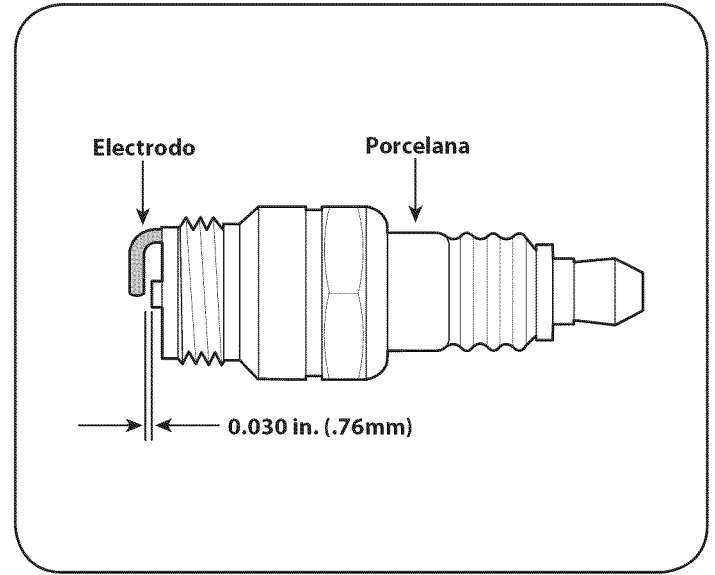

Figura 15
3. Compruebe el entrehierro con un calibre de alambre. La separación correcta es 0,030 in. (0,76 mm). Vea la Figura 15. Si es necesario, reajuste el entrehierro.